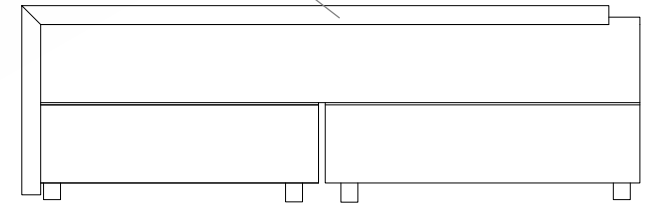

Рис. 8 Обрамление
- Обрамлять панели возможно уголковым профилем через заранее подготовленные отверстия min $\Phi 4$ мм, но не более диаметра шапки самореза, уголок крепится к сайдингу саморезами 3,5x50мм. (Рис.8).